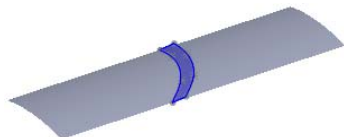
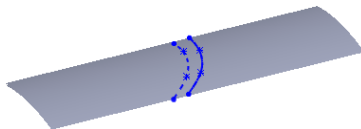

图 5.12.7 曲面-放样 1
图 5.12.8 轮廓曲线
Step6. 创建图 5.12.7 所示的零件特征——曲面-放样 1。选择下拉菜单 **插入(I)** $\rightarrow$ **曲面(S)** $\rightarrow$ **放样曲面(L)...** 命令，系统弹出“曲面-放样”对话框；选取 3D 草图 1 和 3D 草图 2 作为曲面-放样 1 的轮廓曲线（图 5.12.8）；单击对话框中的 **确定** 按钮，完成曲面-放样 1 的创建。